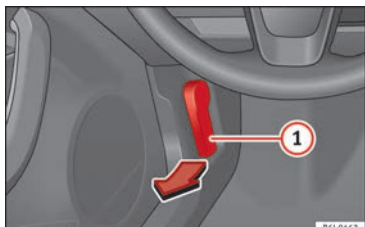

Abb. 8 Siehe Einbauort in der Abbildung 3
- Motorraumklappe öffnen: Ziehen Sie an dem Hebel unterhalb der Instrumententafel » Abb. 8 ①.